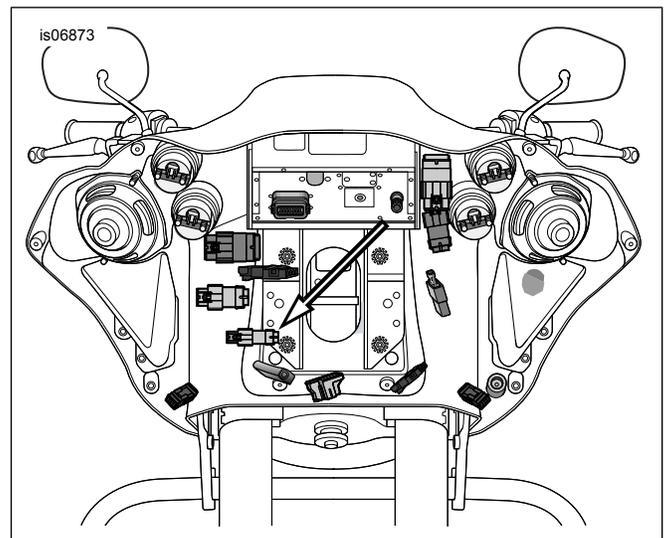

Abbildung 6. Steckverbinder des Drehgriffsensor-Überbrückungskabelbaums (FLTR-Modelle)
5. Siehe Abbildung 6 . Die TGS-Steckverbinderhälfte vom rechten Handgriff an der Kabelbaumsteckverbinderhälfte anschließen.